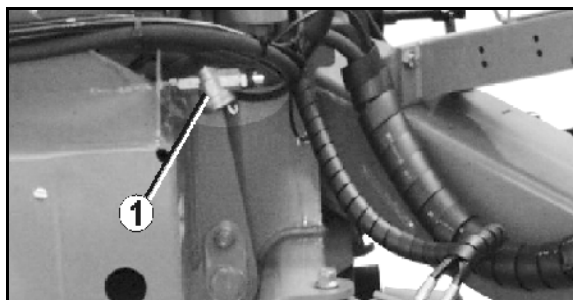

Fig. 91
1. Tryk lukkeanordningen (Fig. 91/1) på de to lasker sammen.
4. Tryk lukkeanordningen (Fig. 91/1) på de to lasker sammen.